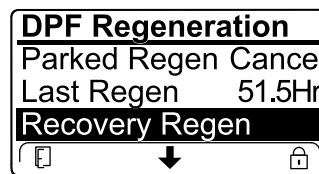

Figura 54
- Se il computer del motore non ha richiesto una rigenerazione di recupero e voi scorrete il menu verso il basso fino all'opzione RECOVERY REGEN, la rigenerazione di recupero viene bloccata e l'icona di blocco (Figura 54) compare nell'angolo in basso a destra dell'InfoCenter.